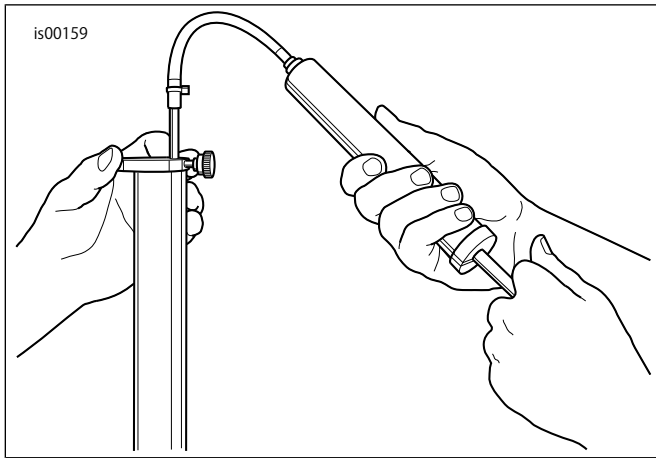

図5。余分なフォークオイル(HD-59000B)の取り外し
- a. 「図5」を参照。Front Fork Oil Level Gauge (フロントフォークオイルレベルゲージ) (HD-59000B)を用意します。